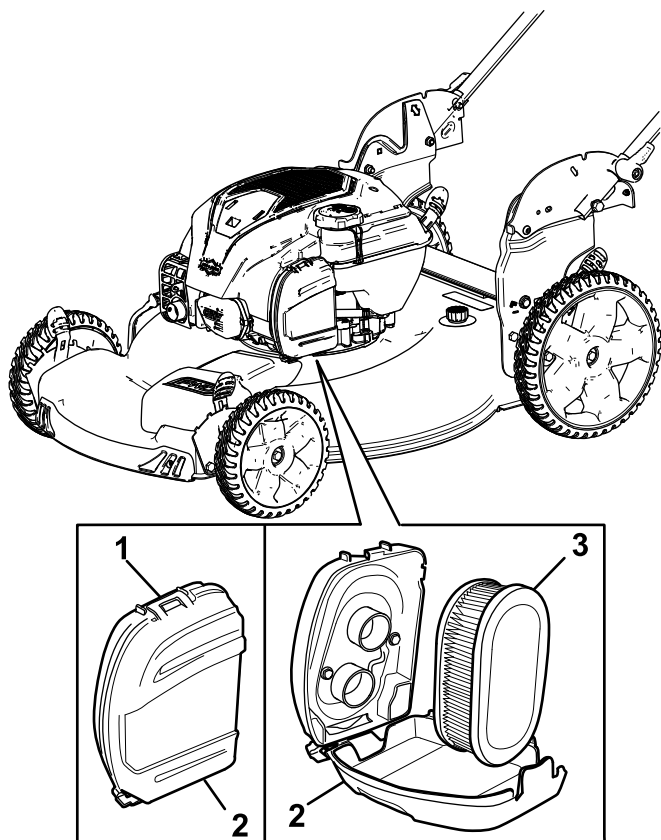

Figura 25
1. Sbloccate la parte superiore del coperchio del filtro dell'aria (Figura 25).
2. Rimuovete il filtro (Figura 25).